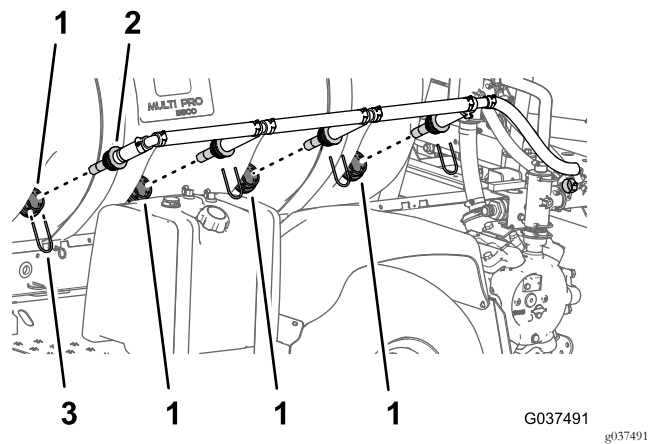

Bild 33
- Entfernen Sie an der Seite des Behälters die vier Halter, mit denen die Rührwerkdüsen am Schottanschlussstück in der Wand des Behälters befestigt sind (Bild 33).
- Entfernen Sie die Düsen und angeschlossenen Schläuche von der Maschine (Bild 33).